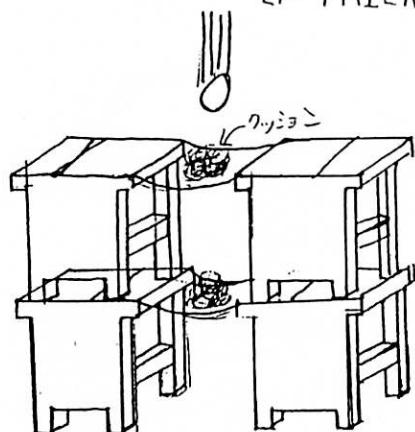

図3 クッション布団型の例
- (1) 椅子を重ねていき、椅子と椅子の間に新聞紙をはさみ、あと一方の椅子にも新聞紙をはさむ。新聞紙の上には落下の衝撃をやわらげる新聞紙を丸めたクッションを置く。(1)がいちばん古めの意見。それだけだと僕は反対だつた。
- (2)(反対理由) 物体はもう1つの物体に対して垂直に当たると衝撃が最大になると思ったため、意見が簡単すぎたので、割れてしまうのではないかと思った。(2)の意見の対策にクッションを作るにした(図3参照)。いかに衝撃をやわらげて分散させるか考えた結果、約12m地点からの卵落下で、1回目は失敗に終つた。失敗理由は卵の落下地点と作品の置き場所がずれてしまつたことだ。(2)の対策ができていなかつた。卵の落下地点がずれていたのがおもな原因だったので、本番は前回いつたときの卵の跡がある場所へ作品をセットした。その結果、みごとに割れなかつた。成功した理由は、前回の失敗を生かして、作品の対策を真剣にみんなで話し合つたことと、各個人が自分の意見を出し合い、それらのいいところを選び集めたことである。他の班と比べると、他の成功した班は、すべて卵が新聞紙に包まれていたが、